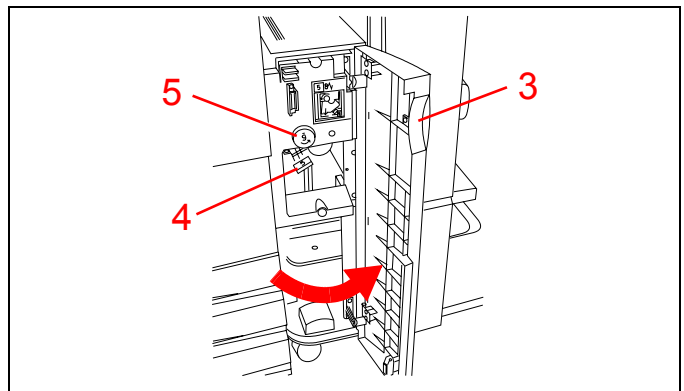

Abbildung 16
3. Befindet sich der Stau hinter der linken Tür (siehe Abbildung 16), öffnen Sie diese Tür.